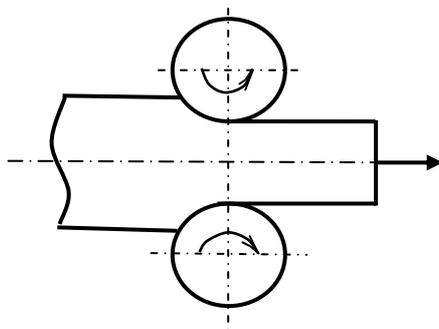

Рис. 32. Схема продольной прокатки
*Прокатка* – это вид обработки, при котором заготовка обжимается вращающимися валками прокатного стана (рис. 32). Металл втягивается в зазор между валками силами трения. Во время прокатки увеличивается длина и ширина заготовки и уменьшается её толщина.
До 90 % проката изготавливают продольной прокаткой (листы, ленты). Заготовка при этом перемещается перпендикулярно к осям валков, которые вращаются в противоположных направлениях (рис. 32).